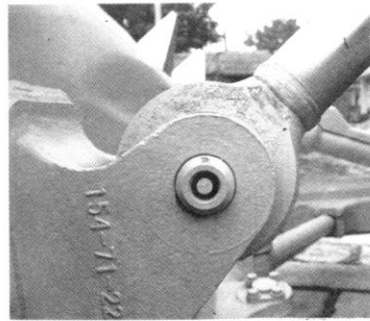

Рис. 4-7. _
- 4) Опорный вал цилиндра (Рис. 4-7).